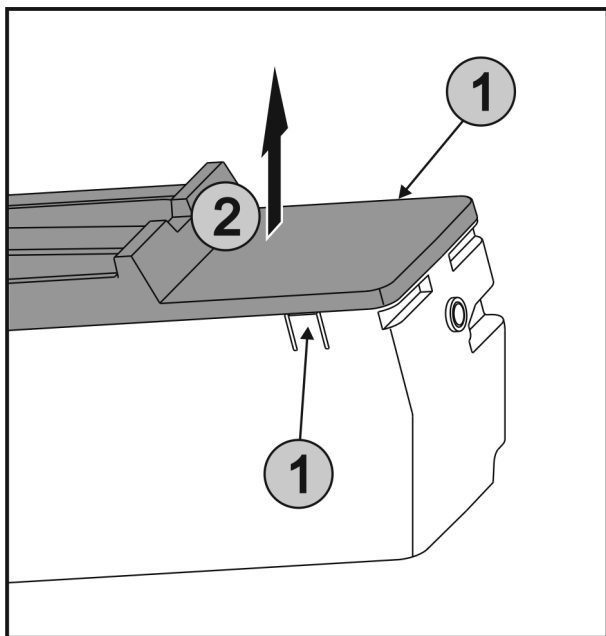

Fig. 48
- ▶ Одновременно нажать на накладки Fig. 48 (1) на обеих сторонах EasyTwist-Ice и снять крышку Fig. 48 (2) движением вверх.